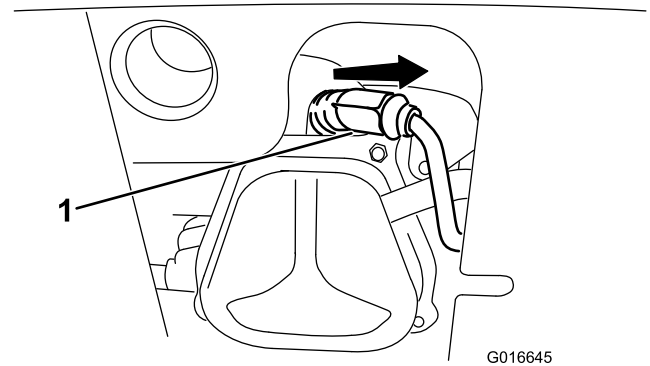

Bild 35
- Entfernen Sie die Kappe (Bild 35).